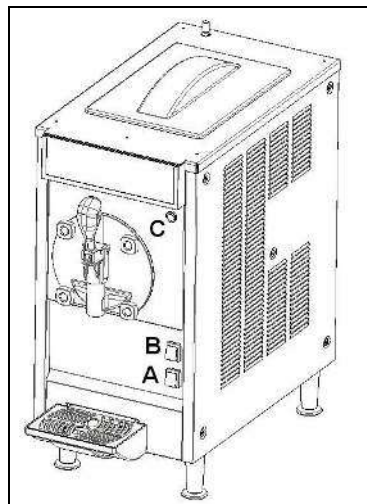

Fig. 7
- Riposizionare il coperchio sulla vasca, inserire la spina ed attivare l'interruttore generale A (fig.7).
- Posizionandolo sul fiocco di neve si attiverà l'impianto frigorifero in modalità defrost o in modalità granita a seconda della posizione dell'interruttore B (fig.7 ed 8).
- Posizionandolo sul simbolo del lavaggio (wash con le goccioline) verrà attivata solamente la rotazione dell'organo di miscelazione e l'impianto frigorifero rimarrà disattivato (fig.7 ed 8).
- Quando il livello della granita all'interno della vasca è sotto il livello minimo sul frontale si accende la spia C (fig.7); onde evitare che ci sia una eccessiva formazione di ghiaccio all'interno del cilindro, è necessario procedere al rabbocco del serbatoio superiore.